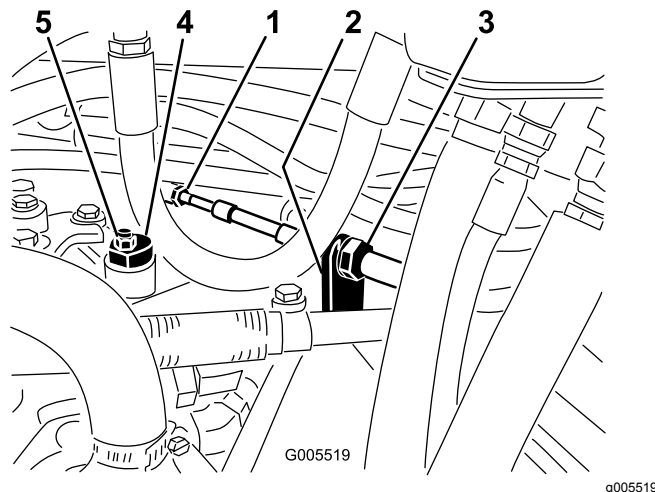

Figura 52
- A. Afloje las dos contratuercas que fijan el cable de control de tracción a la escuadra del hidrostato (Figura 52). Asegúrese de aflojar ambas contratuercas uniformemente, y lo suficiente como para permitir el ajuste.
**Nota:** Afloje la tuerca que sujeta el excéntrico a la parte superior del hidrostato (Figura 52).
- C. Gire el excéntrico hasta que no haya movimiento en ningún sentido. Cuando la rueda deje de girar, apriete la tuerca para bloquear el excéntrico y el ajuste (Figura 52). Compruebe el ajuste con el acelerador en las posiciones Lento y Rápido.
- D. Desde cada lado de la mampara, apriete las contratuercas uniformemente, fijando el cable de tracción a la mampara (Figura 52). No tuerza el cable.